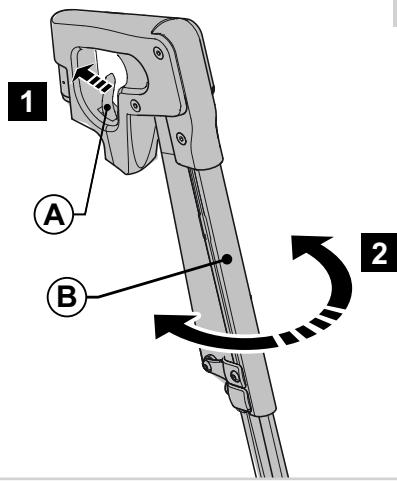

Fig. 7.7
7.6 Swing-away-benstöd (Fig. 7.7)